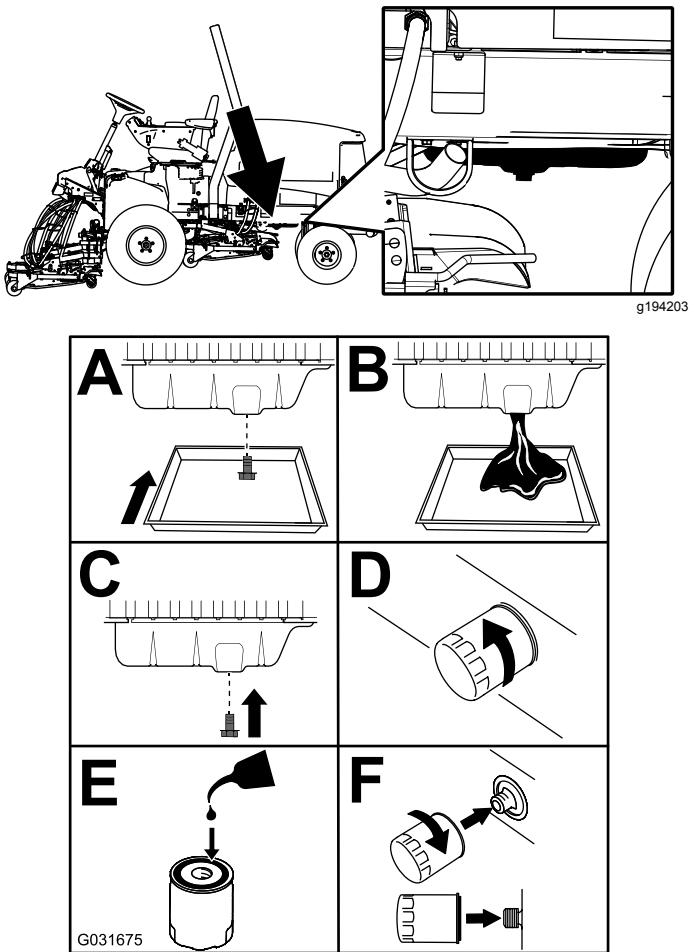

Figura 59
3. Cambie el aceite del motor y el filtro (Figura 59).